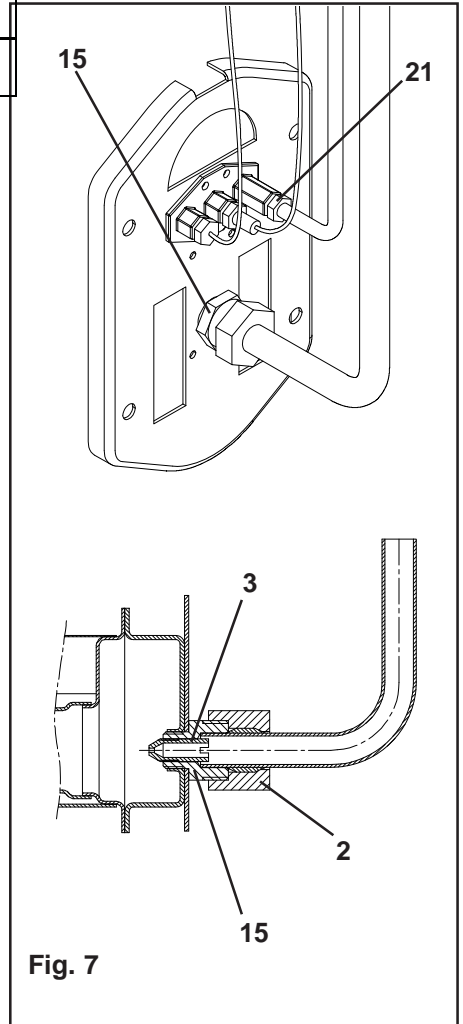

Fig. 7
Remplacer l'injecteur 3 Fig. 7, par celui correspondant au nouveau gaz indiqué dans le tableau III. Pour ce faire :
- Dévisser l'écrou rep. 2 Fig. 7, tout en maintenant le support injecteur rep. 15 Fig. 7.
- Démontez à l'aide d'un tournevis l'injecteur rep. 3 Fig. 7 puis le remplacer par celui correspondant au nouveau gaz indiqué dans le tableau III.
Démontez le raccord 21 Fig. 7 du tube de veilleuse, en dégageant le tube l'injecteur sort, le remplacer par celui correspondant. Remonter le raccord.
- Déserrer les vis rep. 10 Fig. 7 bis puis glisser la plaque anti-sifflement rep. 9 Fig. 7 bis entre le flasque et les vis.
Fig. 7 bis